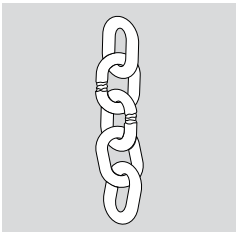

Abb. 13.1: Verformungen
- Verformungen an Aufhänge-, Ketten- oder anderen Anschlagelementen (Abb. 13.1)